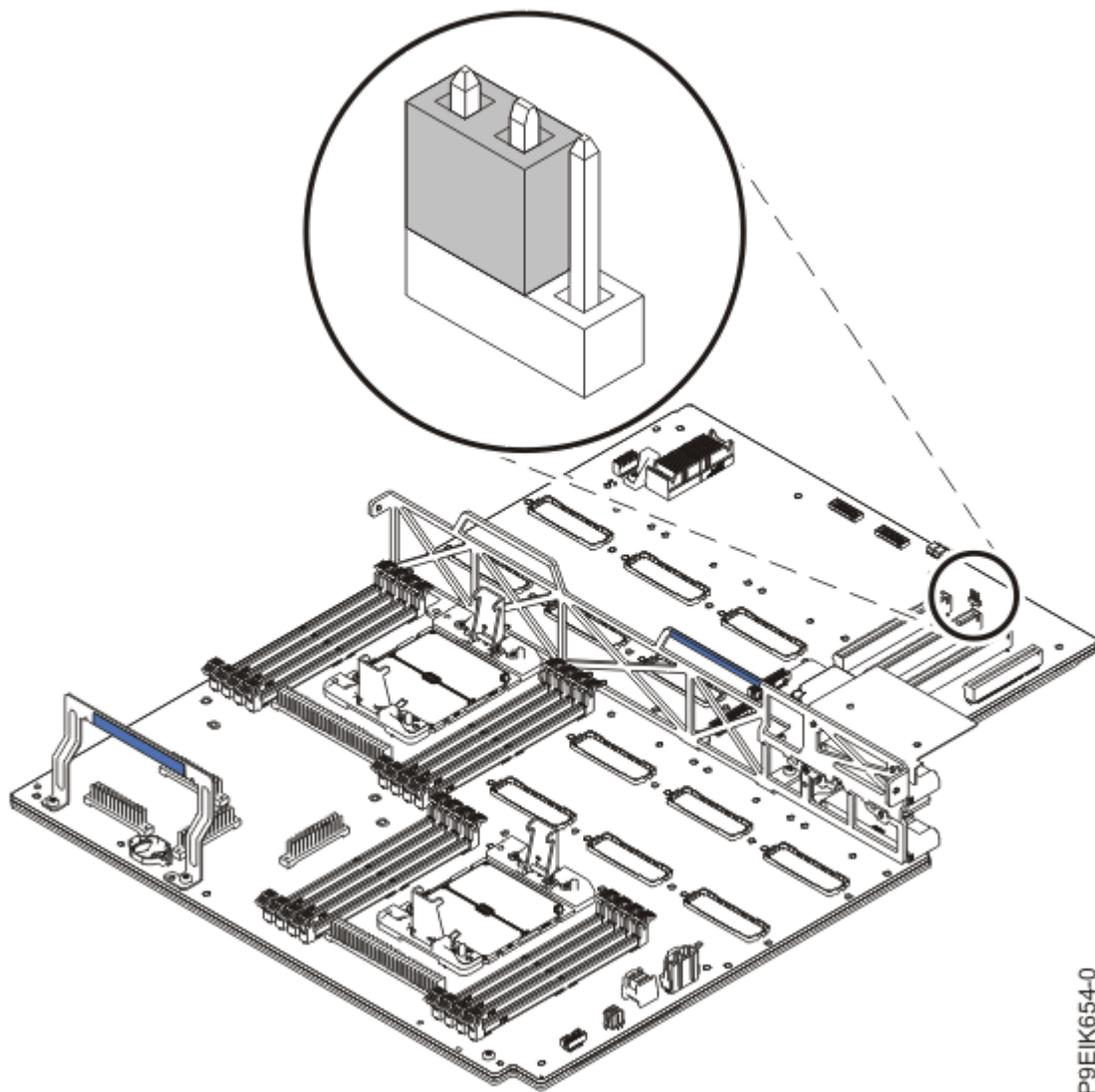

図 126. 水冷位置のジャンパー
5. 143 ページの図 126 に示すジャンパーが水冷の位置にセットされていることを確認します。